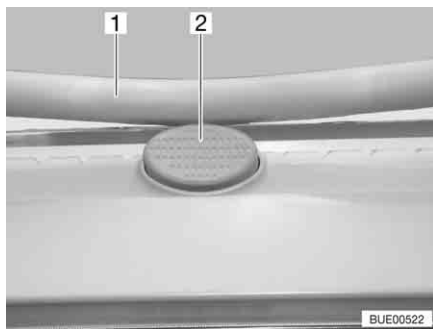

Bild 78 Låsknapp på Heki-takluckan
- Tryck på låsknappen (Bild 78,2) och dra ner bygel (Bild 78,1) med båda händerna.
- Tryck bygel uppåt med båda händerna tills bygel ligger ovanför låsknappen (Bild 78,2).